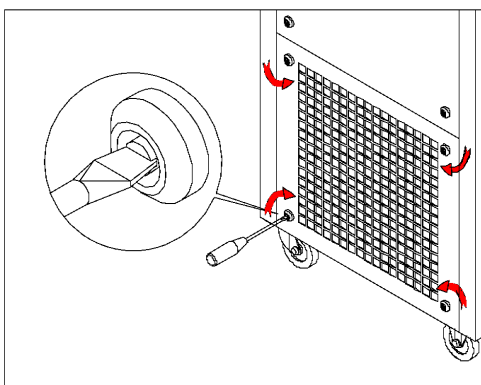

Figura 1-3
5. Abra los paneles traseros (Figura 1-3). Asegúrese de que todos los componentes no estén sueltos después del transporte, como el motor, la correa del motor, el compresor, etc.